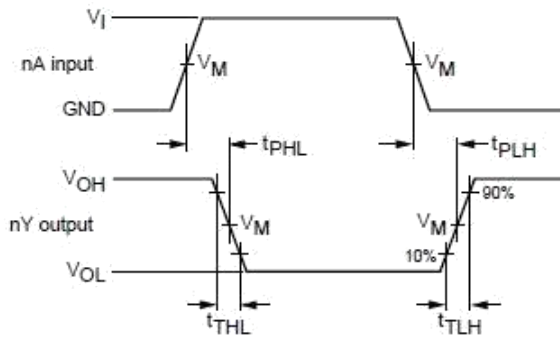

图 6、数据输入 (nA) 到输出 (nY) 的传输延时和输出转换时间
**交流参数 1** ( $T_{amb}=25^{\circ}\text{C}$ ,  $\text{GND}=0$ ,  $t_r=t_f=6.0\text{ns}$ ,  $\text{CL}=50\text{pF}$ , 见图 6、图 7)
**交流参数 2** ( $T_{amb}=-40 \sim +85^{\circ}\text{C}$ ,  $\text{GND}=0$ ,  $t_r=t_f=6.0\text{ns}$ ,  $\text{CL}=50\text{pF}$ , 见图 6、图 7)